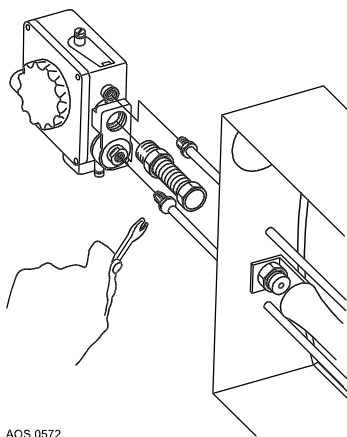

Figure 9 - Démontage brûleur, conduit de la veilleuse et thermocouple
4. Démontez le conduit de la veilleuse et le thermocouple du bloc gaz (cf. fig.9).
5. Démontez le brûleur principal du raccordement flexible du brûleur. Ceci doit se faire à partir de la chambre de combustion (cf. fig.9)